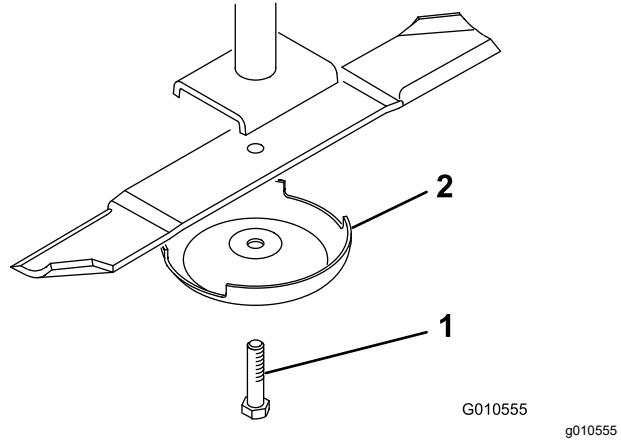

Figura 28
- Fixe a extremidade da lâmina utilizando um pedaço de tecido ou uma luva grossa. Retire o parafuso da lâmina, o recipiente antidanos e lâmina do eixo (Figura 28).